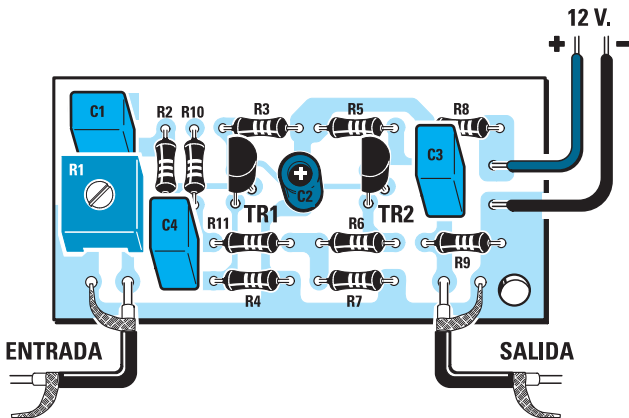

Fig.4 Esquema práctico de montaje del preamplificador LX.1593.
**LX.1593:** Todos los componentes mostrados en la fotografía y en el esquema práctico de la Fig.4, **incluido** el circuito impreso y cable apantallado para conectar las señales de entrada y salida .....6,85 €